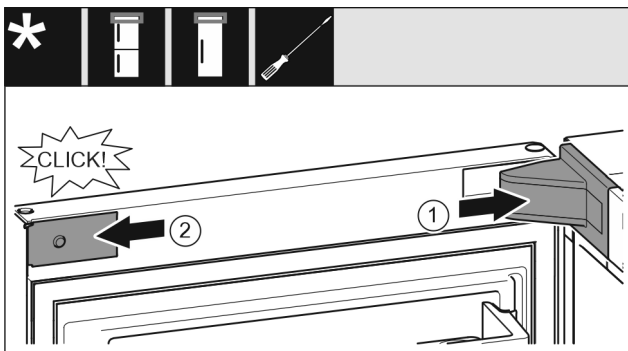

Fig. 18
- ▶ Nasadte kryt ložiskovej konzoly a zaistite, príp. opatrne roztlačte. Fig. 18 (1)
- ▶ Zboku nasadte a zaistite kryt. Fig. 18 (2)